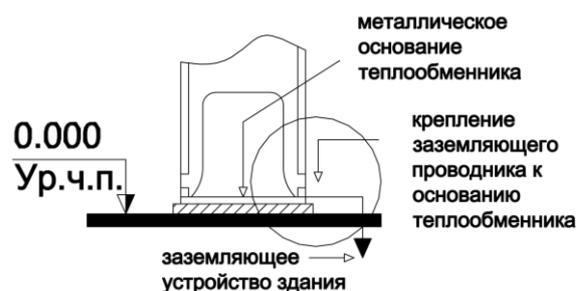

Рис. 29.
4. Заземление котла (см. рис. 29.)